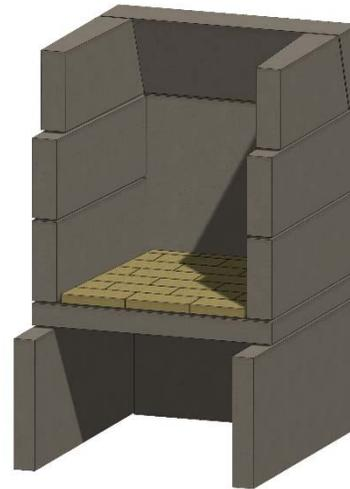

Figure 17. Brique réfractaire de plancher
I. Tapissez la chambre de combustion, en utilisant des briques réfractaires fendues et des joints de mortier de 1/4 de pouce. Installez d'abord la brique réfractaire sur le plancher, avec 1/4 de pouce de Stone Age Multi-Purpose Ready-Mix ou d'un autre mortier haute température. Voir la figure 17.